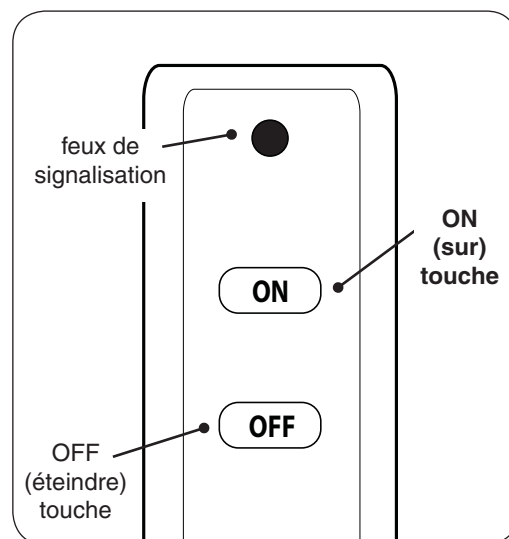

Fig. 30-2 Détail télécommande
2. Localiser la télécommande et appuyez sur la touche **ON** (sur). Voir Fig. 30-2. La séquence d'allumage commence.